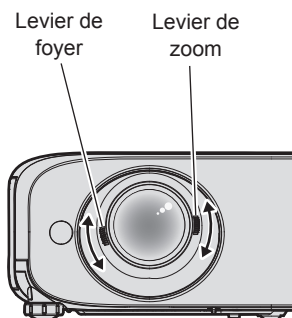

Fig. 1
2) Ajustez le zoom et le foyer. (Fig. 1)